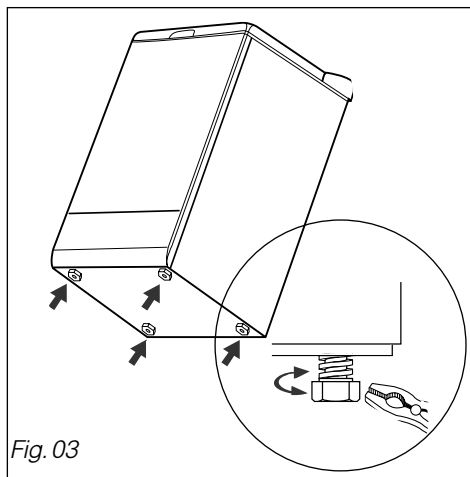

Fig. 03
Votre sèche-linge est équipé de 4 pieds réglables (Fig.03). Pour régler son horizontalité et sa stabilité :
- En fonction de la configuration du sol, vissez ou dévissez, à l'aide d'une clé ou d'un tournevis, un ou plusieurs pieds pour le ou les régler en hauteur (Fig.03)